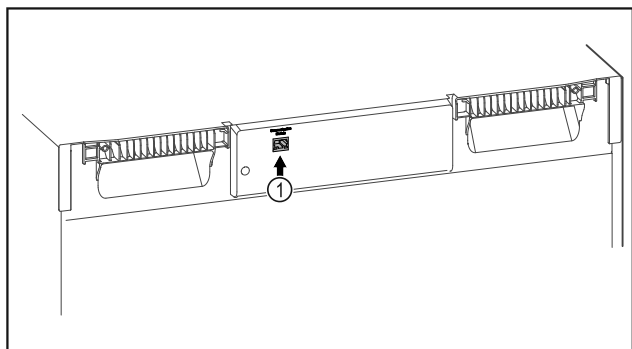

Fig. 94
- A SmartModule Fig. 94 (1) be van helyezve.